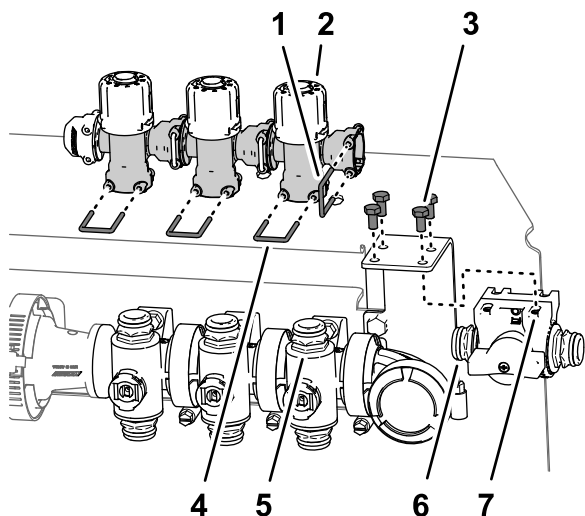

Figura 49
1. Retire los 4 pernos (6 mm x 12 mm) que sujetan la válvula de cierre del desvío al soporte de la válvula (Figura 49).
2. Retire la horquilla de retención que sujeta la válvula de cierre del desvío a la válvula de desvío de la válvula de sección del brazo derecho y retire la válvula de cierre (Figura 49).
3. Retire las 3 horquillas de retención que sujetan las 3 válvulas de desvío a los 3 distribuidores (Figura 49).
4. Levante las 3 válvulas de desvío de los acoplamientos rápidos de los tres distribuidores (Figura 49).